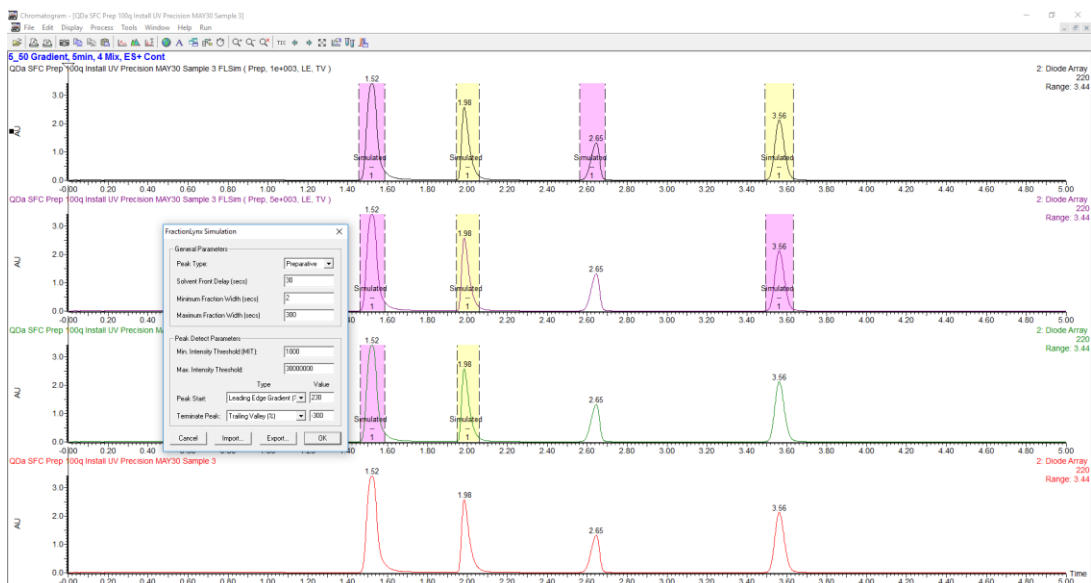

图6-68
- 打开分析样品的色谱图, 选择所需的PDA通道或者MS TIC通道 (选中的图谱左侧出现有点点好, 以示标记), 点击模拟图标 ; 弹出图6-68对话框;